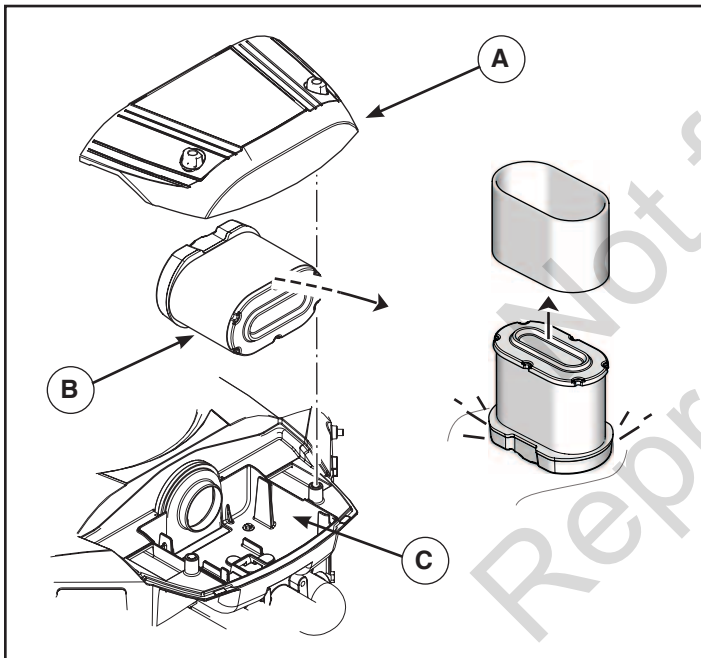

Figura 11
1. Destornille y quite la cubierta (A, Figura 11).
2. Quite el conjunto del filtro de aire (B) y desmóntelo.
3. Limpie cualquier tipo de desechos posibles dentro del cuello del carburador (C).